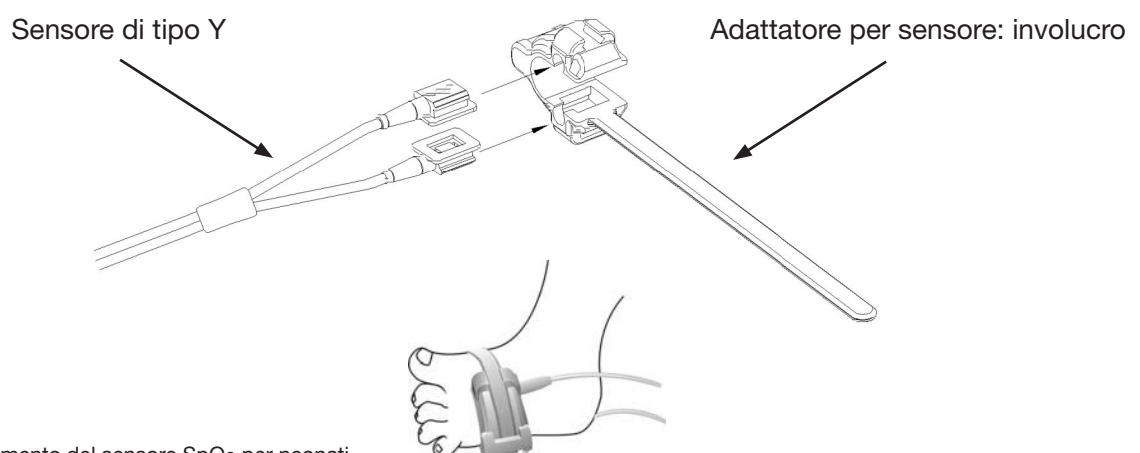

Figura 3.10 Posizionamento del sensore SpO2 per neonati
3. Il sensore SpO2 per neonati va collegato come da figura 3.10.